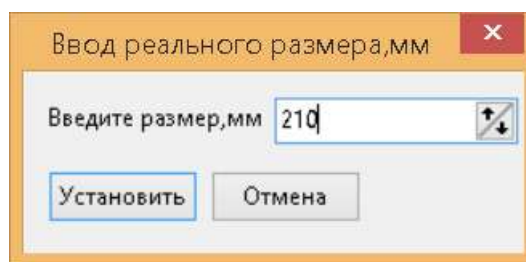

Рисунок 3 – Ввод реального размера, отмеченного экранной линейкой предмета
- нажать комбинацию клавиш Alt+K. В появившемся диалоге ввести реальный размер отмеченного линейкой расстояния (см. рисунок 3).
- нажать комбинацию клавиш Alt+K. В появившемся диалоге ввести реальный размер отмеченного линейкой расстояния (см. рисунок 3);